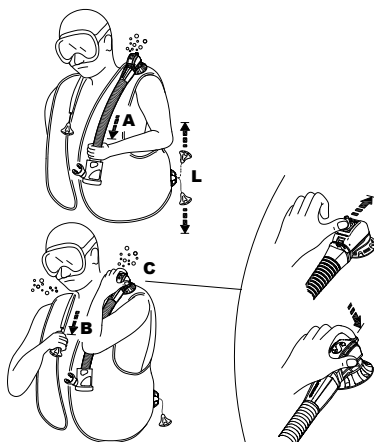

図 7
- a) ホースアセンブリをそっと引きます(図7-A)。ホースアセンブリを引くときに、過剰な圧力は不要です。バルブの可動範囲は限られており、強く引いてもエアの流量は増えません。マニュアルダンプバルブを閉じるには、下向きに引くのを止め、リリースします。
- b) バルブケーシングから突き出たボタンを押します(図7-C)(特許取得)：このシステムは、(パニック、初心者ダイバー、意識消失などの)問題を抱えた他のダイバーのエアをパージするときにも便利です。
- スキューバプロ・デュアルマニュアルダンプは安全なハンドボタンを有しているため、ボタンを押せばエアが排出されます(図7-C)。マニュアルダンプシステムの故障(ケーブルやピンの破損等)やAIR2で呼吸中の障害にも備えています。
肩バルブ(図7-B)
右肩にバルブがある場合には、バルブへつながっているひもの先端に付いているノブを静かにひっぱることでバルブを作動させることができます(図7-B)。どちら側のダンプバルブを操作するにも、BC内のエアよりも高い位置にバルブを持ち上げてください。求める浮力量に到達するまでダンプバルブを作動してください。引くこと/押すことをストップしてバルブを閉じてください。(図7-B)。
下部ダンプバルブ(図7-L)
ガス流量が最も大きい排気装置は、肩バルブ(図7-B)および下部ダンプバルブ(図7-L)です。